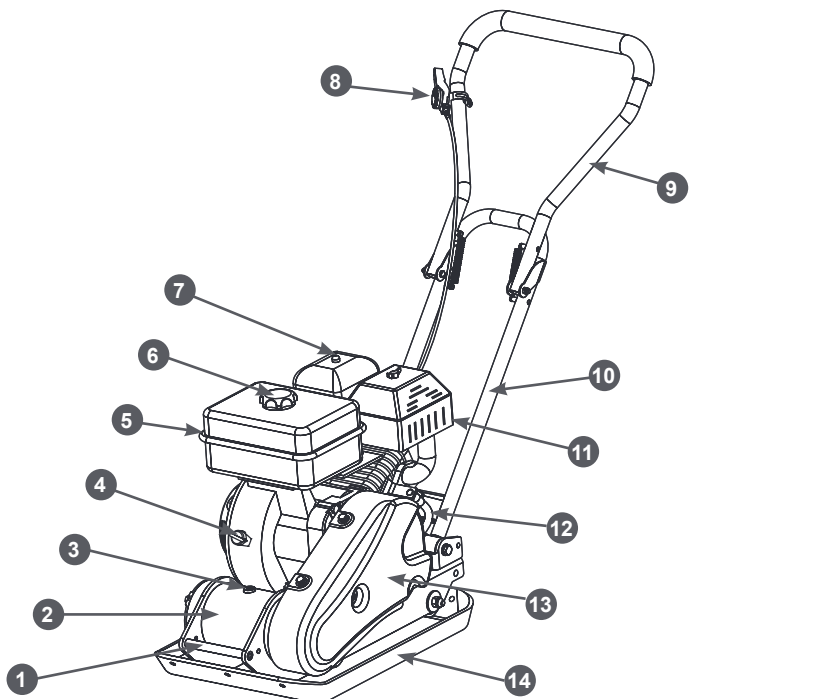
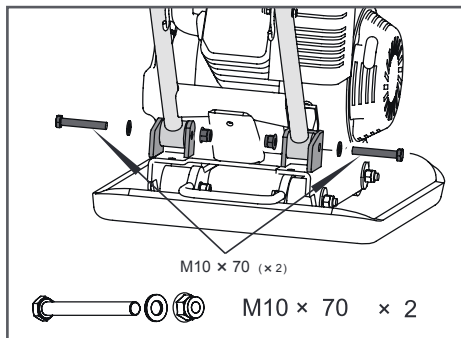

Рис. 1 Основные узлы и органы управления
Рис. 3 Установка рабочей рукоятки
Расположение основных узлов и органов управления представлено на Рис. 1.
Распылитель аккумуляторный поступает практически в собранном состоянии. Для окончательной сборки необходимо извлечь распылитель из коробки. Проверить соединения в соответствии с Рис. 1 (при необходимости затянуть). Установить необходимую форсунку (Рис. 3).
2. Совместите отверстия в нижней части рабочих рукояток и кронштейнах рамы виброплиты. Вставьте в отверстия болты M10x70 из комплекта крепежа и зафиксируйте их гайками (Рис. 3).